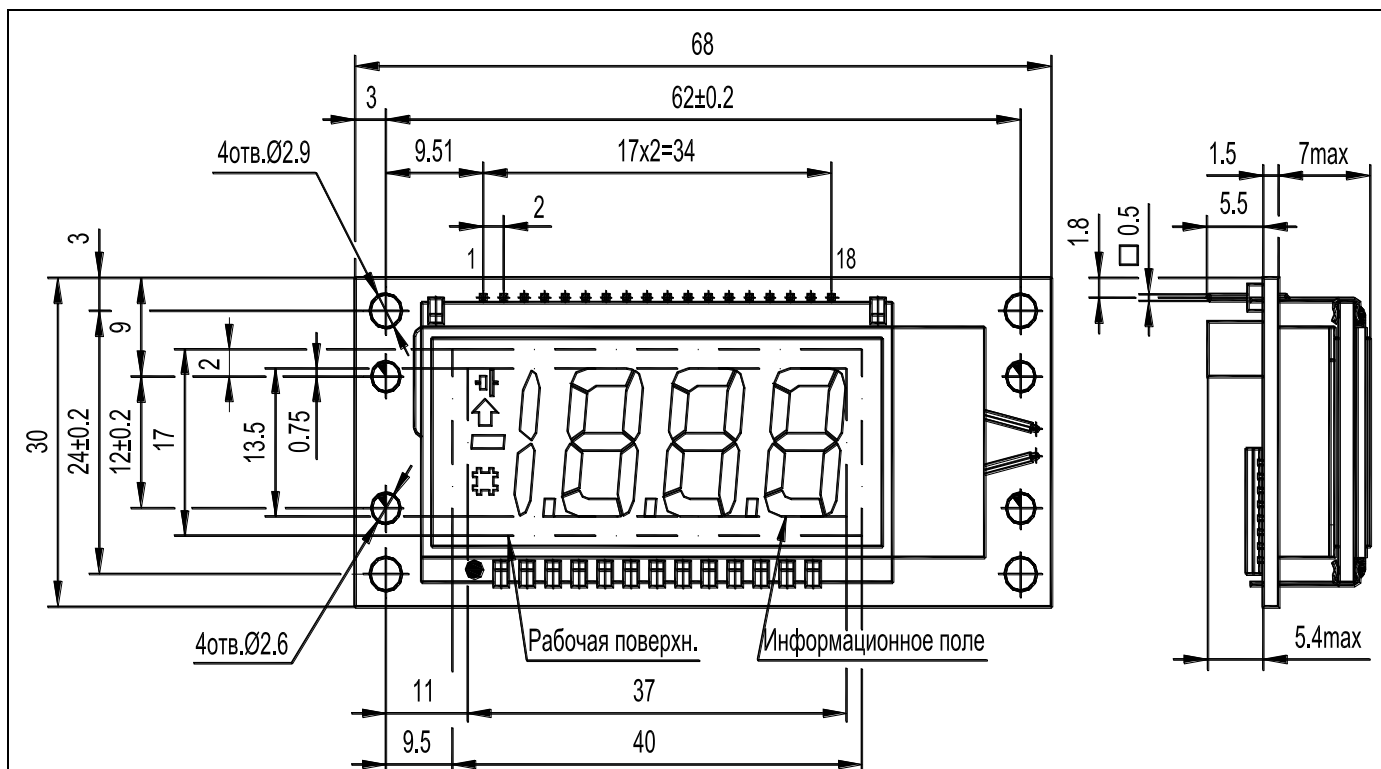

Рис.1 - ИВУ V180Tх3хх[5,7]-Dх
Внешний вид, габаритные и установочные размеры индикатора напряжения приведены на рис.1, 2.
7.1 Крепление индикатора напряжения должно осуществляться с помощью отверстий в углах платы (рис.1, 2).